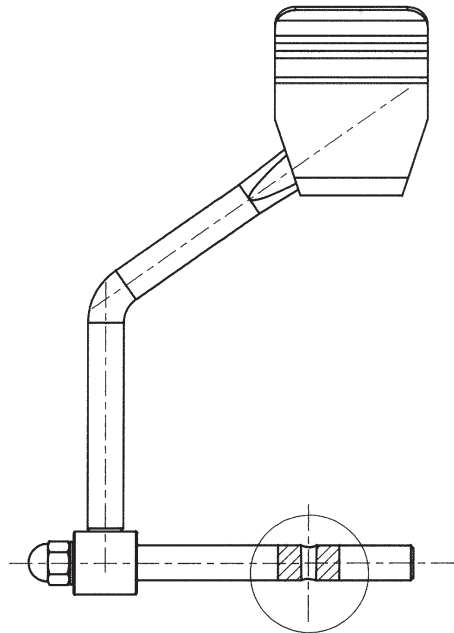

Fig. 4
6. Sustituya el eje de forma que el alojamiento del pasador quede alineado con el pedal y con el extremo de menor diámetro de dicho taladro cónico situado en el lado opuesto al pedal (fig. 4).